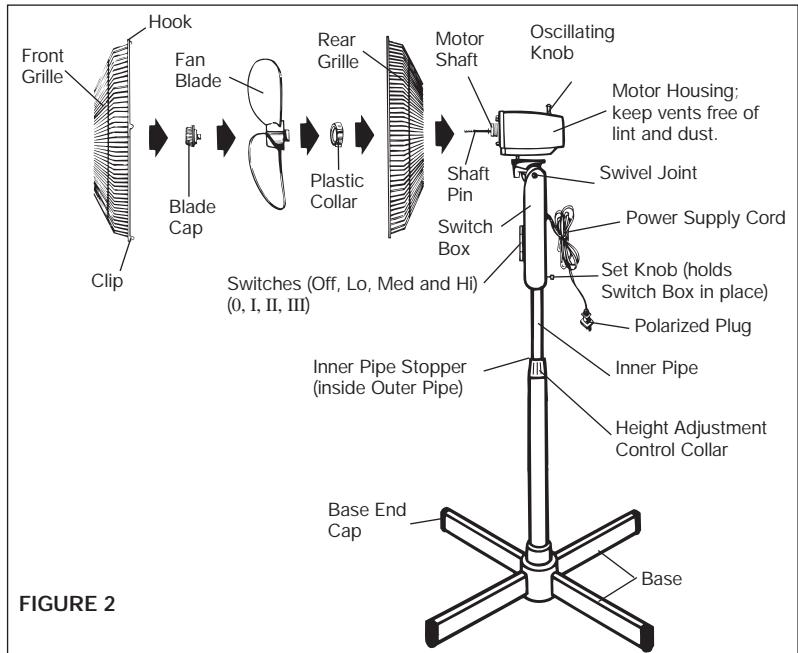

FIGURE 2
CAUTION: NEVER REMOVE THE SET KNOB WHICH HOLDS THE SWITCH BOX IN PLACE (See Fig. 2).
PRECAUCION: NUNCA RETIRE LA PERILLA PARA FIJAR, LA CUAL SOSTIENE EN SU LUGAR LA CAJA DEL INTERRUPTOR (Ver Fig. 2).
6. Coloque el aspa en el eje de la caja del motor, concordando la ranura de la parte de atrás del aspa con la clavija del eje (Fig. 2).
8. Fije la parrilla frontal a la trasera posicionando el gancho de la parrilla frontal en la parte superior de la parrilla trasera. Asegure las dos parrillas con los clips de la parrilla frontal (Fig. 2).
PARA LIMPIAR: Antes de limpiarlo, apague el ventilador y desenchúfelo. Sacuda el exceso de polvo con un paño libre de pelusas. Para asegurar una circulación adecuada de aire al motor, mantenga los orificios ubicados en la parte de atrás del motor libre de acumulación de polvo. Una aspiradora puede ser usada para limpiar estos orificios. No sumerja el ventilador en agua o cualquier otro líquido. Desensamble las parrillas y el aspa (Fig. 2). Las parrillas y el aspa pueden ser limpiadas con agua y jabón. Use un paño suave ligeramente humedecido para limpiar el resto de las partes del ventilador. No deje que agua o ningún otro líquido entre en la caja del motor o la base. Ensamble nuevamente el ventilador después que las parrillas y el aspa estén completamente secas. No lo enchufe hasta que no esté completamente ensamblado.